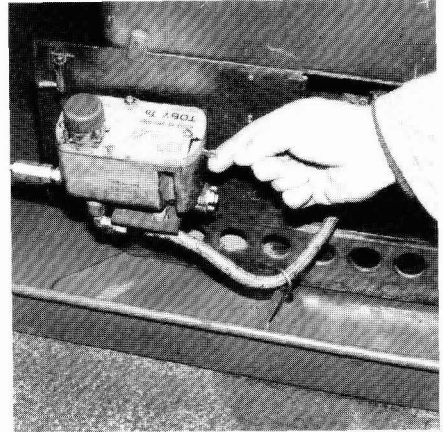

Bild 41
- Reglerfalle nach oben stellen (Bild 41).